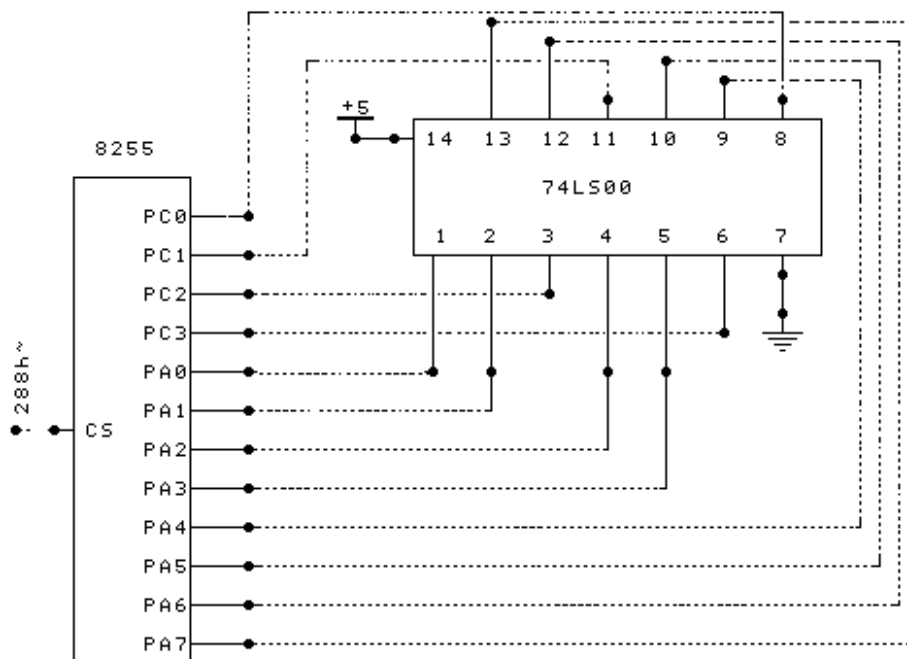

图4-23-1 集成电路测试电路图
1、按图4-23-1连接电路,其中74LS00插在通用插座上。
3、接线:按图4-23-1接线(图中虚线为实验所需接线)